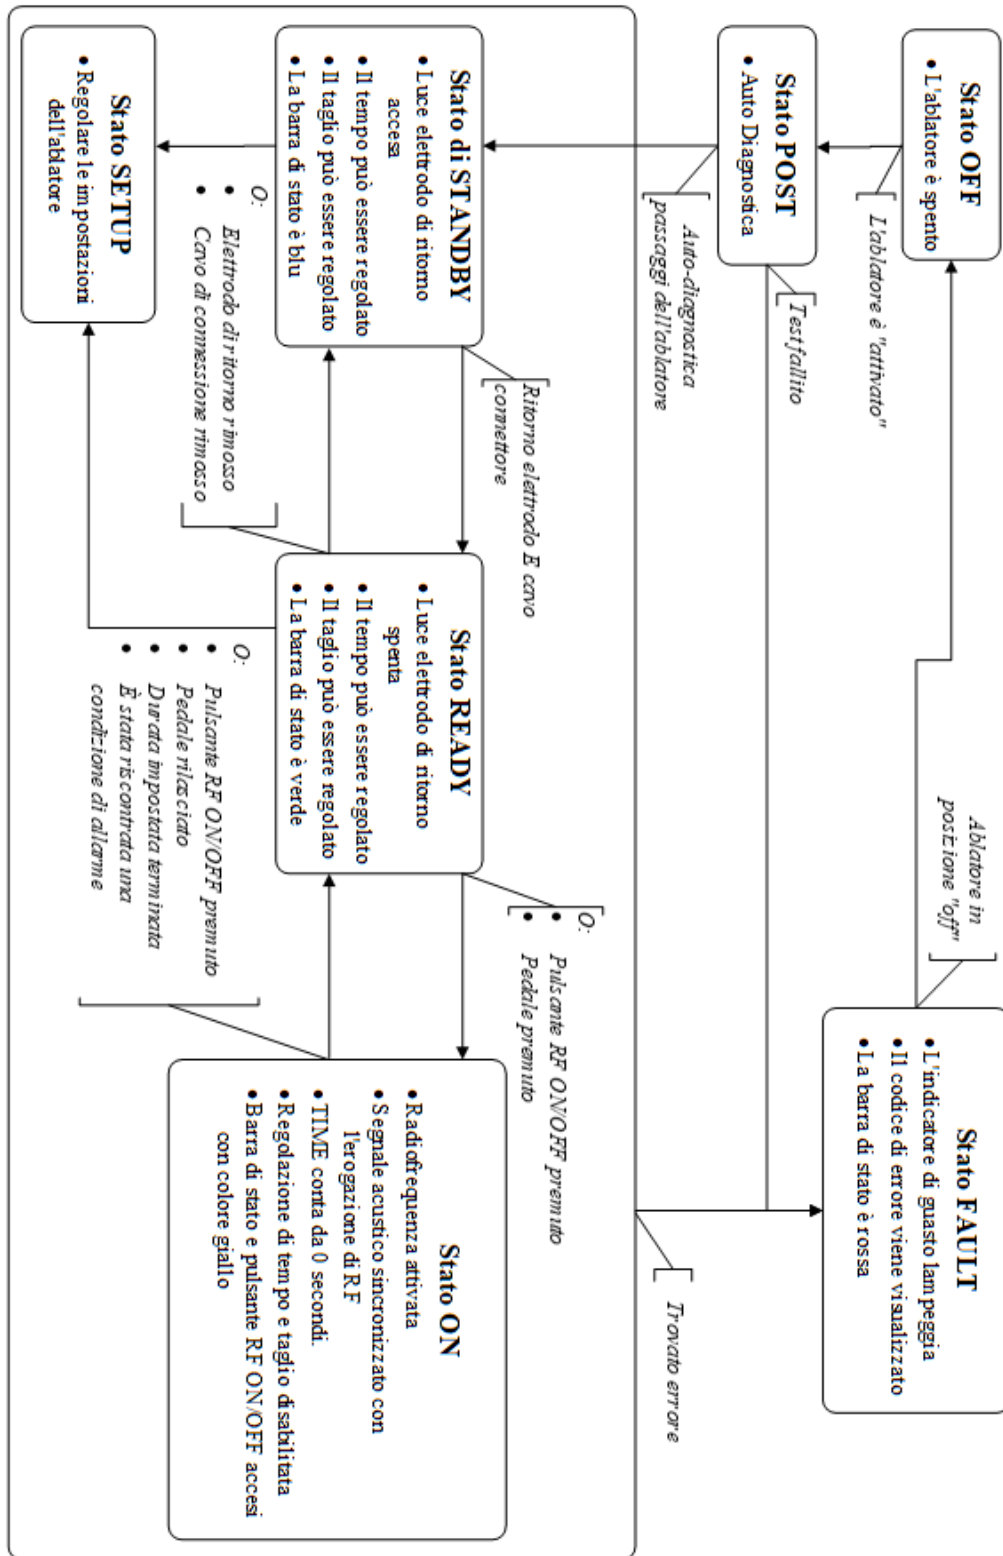

Figura 5-3 – Diagramma di flusso stati dell'ablatore
- (1) **Indicatore di alimentazione CA:** Il LED verde si accende quando l'ablatore è acceso.
- (2) **Indicatore di GUASTO:** Il LED rosso si accende e lampeggia quando si verifica un ERRORE del sistema. Gli errori del sistema comprendono: guasti autodiagnostici, errori della protezione hardware, errori di misurazione e guasti del software. Per ripristinare l'errore del sistema, disattivare e riattivare l'alimentazione di rete. Consultare le istruzioni per l'uso.
- (3) **Sensore di luce ambiente:** Il sensore rileva il livello di luce ambientale. La luminosità dello schermo viene regolata automaticamente in base al livello di luce ambientale (maggiore (HIGH) in una sala luminosa e minore (LOW) in una stanza poco illuminata).
- (4) **Indicatore di guasto dell'elettrodo di ritorno:** Quando un elettrodo di ritorno NON è collegato all'ablatore O quando l'impedenza misurata su un elettrodo di ritorno di monitoraggio (doppio foglio) è superiore a 150 ohm, la spia rossa si accende per indicare lo scarso contatto con il paziente. Nota: utilizzare solo elettrodi di ritorno che soddisfano o superano i requisiti IEC 60601-2-2:2017.
- (5) **Barra di stato STATE:** Questa finestra visualizza lo stato corrente dell'ablatore. I vari stati dell'ablatore e la loro relazione sono riportati nella Figura 5-3 – Diagramma di flusso stati dell'ablatore.
- (6) **Finestra di impostazione TIME:** Questa finestra visualizza la durata desiderata per l'uscita della radiofrequenza (in secondi). La finestra visualizza anche le funzioni per i tasti utilizzati per regolare l'impostazione TIME.
- (7) **Tasti funzione della colonna a sinistra:** Questi tasti consentono la regolazione dei parametri. La relativa funzione, se presente, è visualizzata sullo schermo a destra del tasto. Ad esempio, le frecce su ▲ e giù ▼ vengono visualizzate quando è necessario usare i tasti per aumentare o diminuire l'impostazione.
- (8) **Finestra di impostazione CUT:** Questa finestra visualizza la modalità di ablazione desiderata. Le modalità CUT dipendono dai dispositivi RF e sono descritte nella Sezione 0. Consultare le istruzioni per l'uso del dispositivo RF BMC per conoscere le impostazioni adeguate. La finestra visualizza anche la funzione per i tasti utilizzati per regolare l'impostazione CUT.
- (9) **Tasti funzione della colonna di destra:** Questi tasti consentono la regolazione dei parametri. La relativa funzione, se presente, è visualizzata sullo schermo a sinistra del tasto. Ad esempio, le frecce su ▲ e giù ▼ vengono visualizzate quando è necessario usare i tasti per aumentare o diminuire l'impostazione.
- (10) **Tasti funzione della fila in basso:** Questi tasti hanno funzioni diverse. La funzione di ogni tasto è visualizzata sullo schermo, sopra il tasto funzione quando applicabile.
- (11) **Finestra messaggio:** Questa finestra visualizza messaggi funzionali e di informazione, quando necessario.
- (12) **Collegamento elettrodo di ritorno:** La connessione è isolata dal paziente ed è presente per il fissaggio di un elettrodo dispersivo (ritorno) omologato. **Utilizzare solo elettrodi dispersivi che soddisfano o superano i requisiti IEC 60601-2-2:2017.** Potranno essere usati elettrodi di non-monitoraggio (foglio singolo) o di monitoraggio (doppio foglio).
- (13) **Collegamento del cavo di connessione:** La connessione paziente è isolata e viene usata per il fissaggio del cavo-connettore RFP-100A. Per selezionare il modello corretto di cavo di connessione fare riferimento alle istruzioni per l'uso del dispositivo RF BMC.
- (14) **Pulsante e indicatore RF ON / OFF:** Premendo e rilasciando il pulsante, si avvia l'erogazione di energia RF quando l'ablatore è in stato READY. Il pulsante interrompe l'erogazione di energia RF quando l'ablatore è in stato ON. L'indicatore del pulsante si illumina di giallo quando l'ablatore è in stato ON.
- (15) **Porta USB (laterale):** Collegando una chiavetta USB, viene eseguito il download delle ultime venti (20) erogazioni di energia. Se lasciato collegato, i dati delle successive erogazioni di RF vengono scaricati per ciascun trattamento.